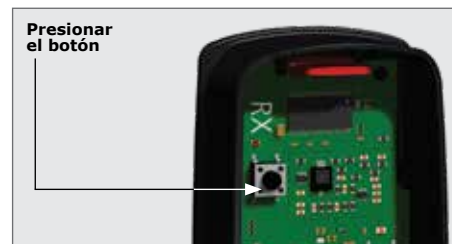

FIGURA 9
Para entrar en el modo de alineación, el botón que se muestra en la Figura 9 debe ser presionado durante más de 10 segundos; para indicar que los 10 segundos han expirado, el LED se apagará durante un corto tiempo y luego se encenderá de nuevo.
8. La aplicación buscará ahora las fotocélulas o sensores infrarrojos **Photon SMART**. Luego le pedirá que presione el botón ubicado en la parte superior izquierda del receptor, que se muestra en la Figura 9.